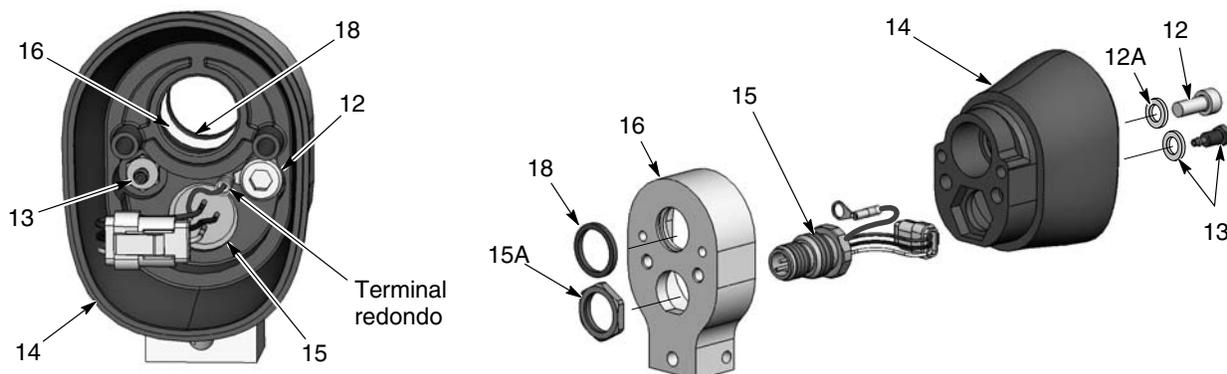

Figura 7-14 Desmontagem de pistola com barra de suporte 3 de 3
8. Consulte a figura 7-14. Para desmontar o conjunto da parte traseira do corpo, retire o parafuso (12), a anilha de segurança (12A) e a união estriada (13) para fora do interior da parte traseira do corpo (14). São necessárias uma chave hexagonal de 3 mm e uma chave de caixa de 1/4 in.
9. Retire a porca (15A) da tomada (15), puxe o adaptador para fora da parte traseira do corpo da pistola e desenfie a cablagem da tomada da parte traseira do corpo.
10. Inspeção o retentor de seção quadrangular (18) dentro do adaptador (16) e substitua-o se estiver danificado.